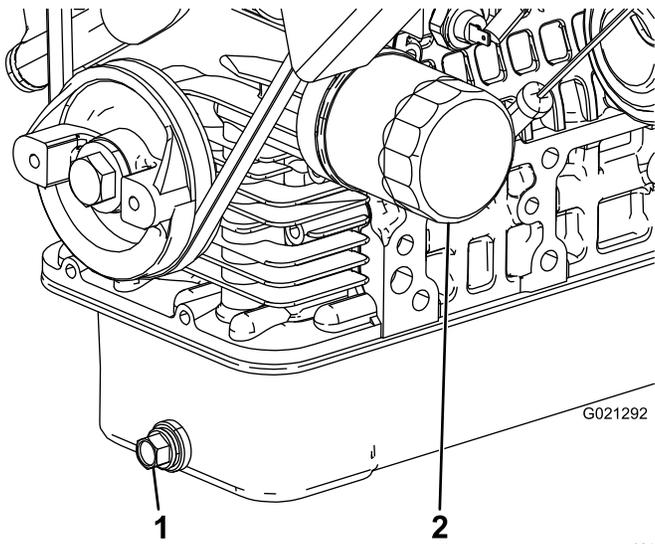

図 46
2. ドレンプラグを外してオイルを容器に受ける(図 46)。
4. オイルフィルタを外す図 46。